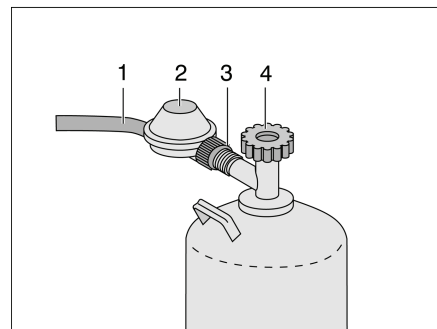

Bild 173 Anschluss Gasflasche
- Haupt-Absperrventil (Bild 173,4) an der Gasflasche schließen. Pfeilrichtung beachten.
- Gasdruckregler (Bild 173,2) festhalten und Rändelmutter (Bild 173,3) öffnen (Linksgewinde).
- Gasdruckregler mit Gasschlauch (Bild 173,1) von der Gasflasche abnehmen.
- Gasdruckregler (Bild 173,2) mit Gasschlauch (Bild 173,1) an die Gasflasche ansetzen und Rändelmutter (Bild 173,3) von Hand fest zudrehen (Linksgewinde).
- Haupt-Absperrentil (Bild 173,4) an der Gasflasche schließen. Pfeilrichtung beachten.